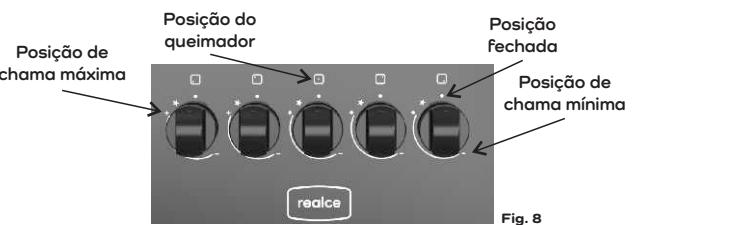

Fig. 8
- Pressione o botão correspondente ao queimador desejado, gire-o no sentido anti-horário até a posição de chama máxima (fig. 8).
- Aproxime a chama ao queimador, pressione o botão correspondente ao queimador desejado, gire-o no sentido anti-horário até a posição de chama máxima (fig. 8).